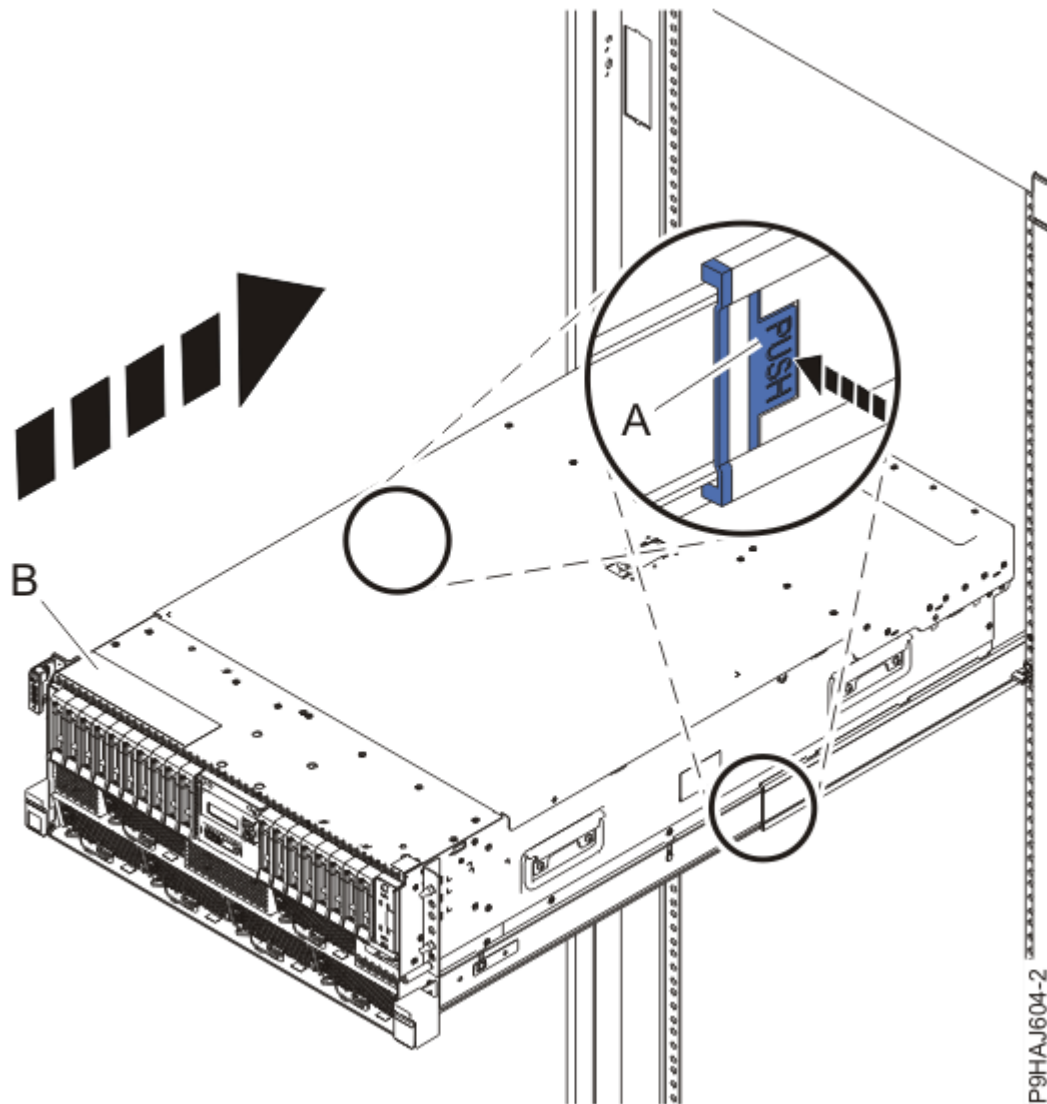

Abbildung 61. System in die Betriebsposition bringen
2. Entsperren Sie bei einem Einschubsystem die blauen Schienensicherungsverriegelungen (**A**), indem Sie sie nach innen drücken (siehe Abbildung 61 auf Seite 67).